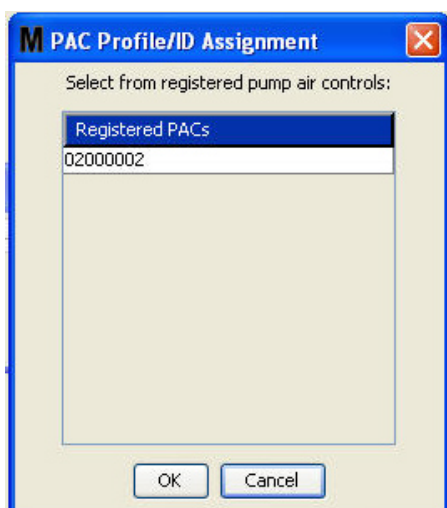

Рис. 114
4. После присвоения имени регулятору пневматического насоса нажмите кнопку «Link» [Связать]. Появится окно «Profile/ID Assignment» [Назначение идентификатора профилю] (Рис. 114). Из списка зарегистрированных регуляторов пневматических насосов выберите требуемый регулятор. Нажмите кнопку «OK» [ОК], чтобы закрыть окно и сохранить изменения. Дополнительные сведения о регистрации см. в руководстве пользователя регулятора пневматического насоса. Также предоставлены инструкции в «Приложении А» данного руководства, раздел «Регистрация регулятора пневматического насоса» на стр. 161.